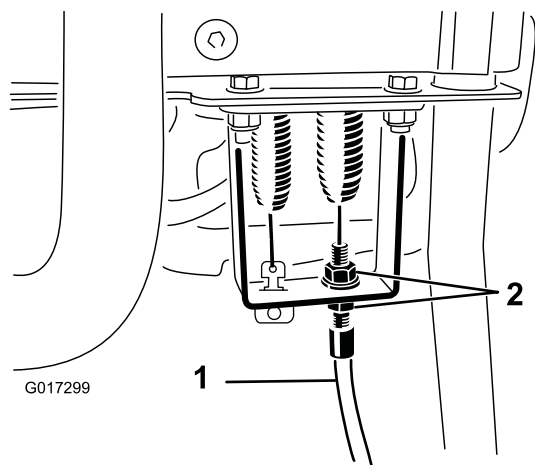

図 47
4. コントロールハンドルのバルクヘッド部で、リールコントロールケーブルをゆるめてケーブルにたるみを持たせる 図 47。